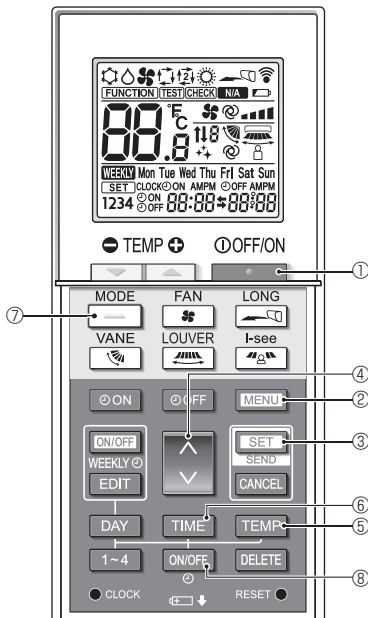

Fig. 6-9
1. Pulse el ● botón ① para detener el acondicionador de aire.
2. Pulse el SET botón ③ en 5 segundos. Se visualizará la pantalla de configuración del modo.
3. Pulse el — botón ⑦. El modo de funcionamiento Ⓐ parpadea. (Fig. 6-9)
4. Pulse el ⬆ botón ④ para cambiar el n.º de ajuste.
5. Compruebe que se muestra el ajuste n.º "6" y que solo parpadee Ⓐ en el modo de funcionamiento Ⓐ, y luego pulse el SET botón ③ en 5 segundos.